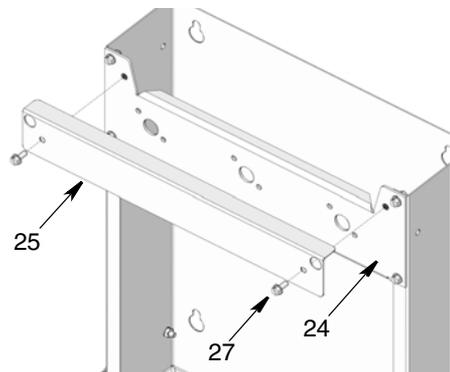

ABB. 7
4. Die Abdeckplatte (25) mit Schrauben (27) und vorhandenen Löchern an der Montageplatte des Zählers (24) befestigen. Die Schrauben fest anziehen. Die richtige Montageausrichtung für diese Teile finden Sie in ABB. 7.